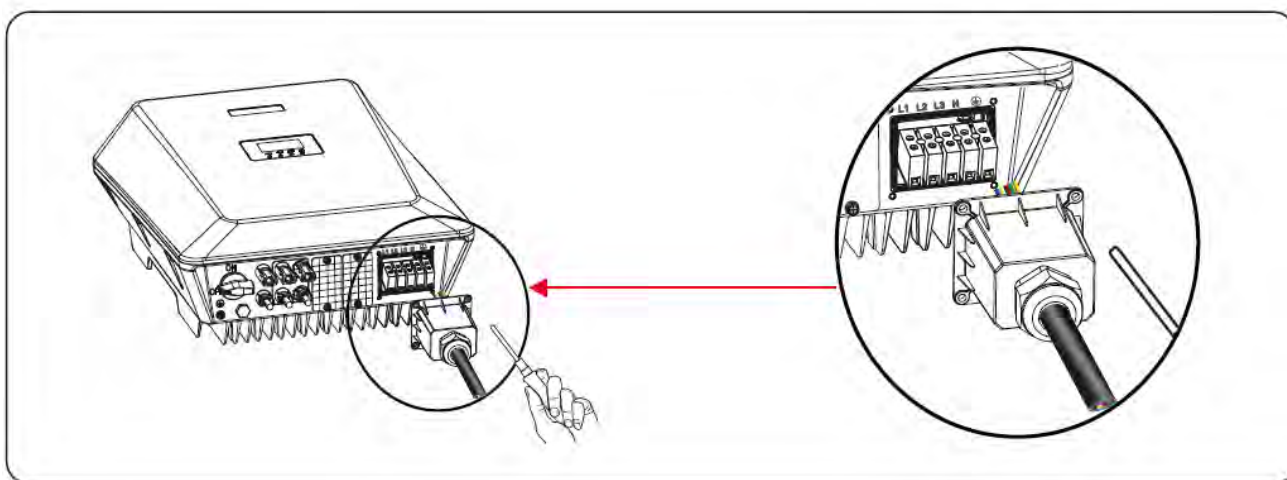

Figura 5.8 Serraggio del coperchio del cablaggio CA
**Fase 5** Allineando la posizione del foro sul coperchio del morsetto CA, utilizzare una chiave dinamometrica per serrare il tappo di bloccaggio a una coppia di 1,2 Nm, come mostrato nella Figura 5.8.
**Fase 6** Utilizzare una chiave dinamometrica per serrare il tappo di bloccaggio sul cavo CA a una coppia di 5 Nm, come mostrato nella Figura 5.8.